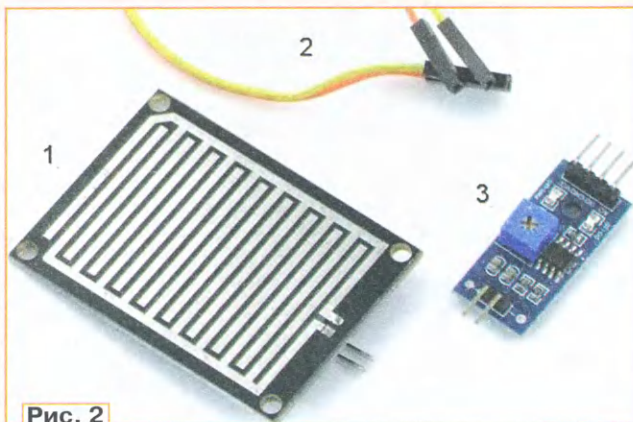

Рис. 2
**4** ● Ответ — 0. К плате Arduino A1 подключается модуль датчика дождя В1, представляющий собой связку из трёх элементов (рис. 2): сенсорная плата с "змеевидной" топологией проводников (1), соединитель-